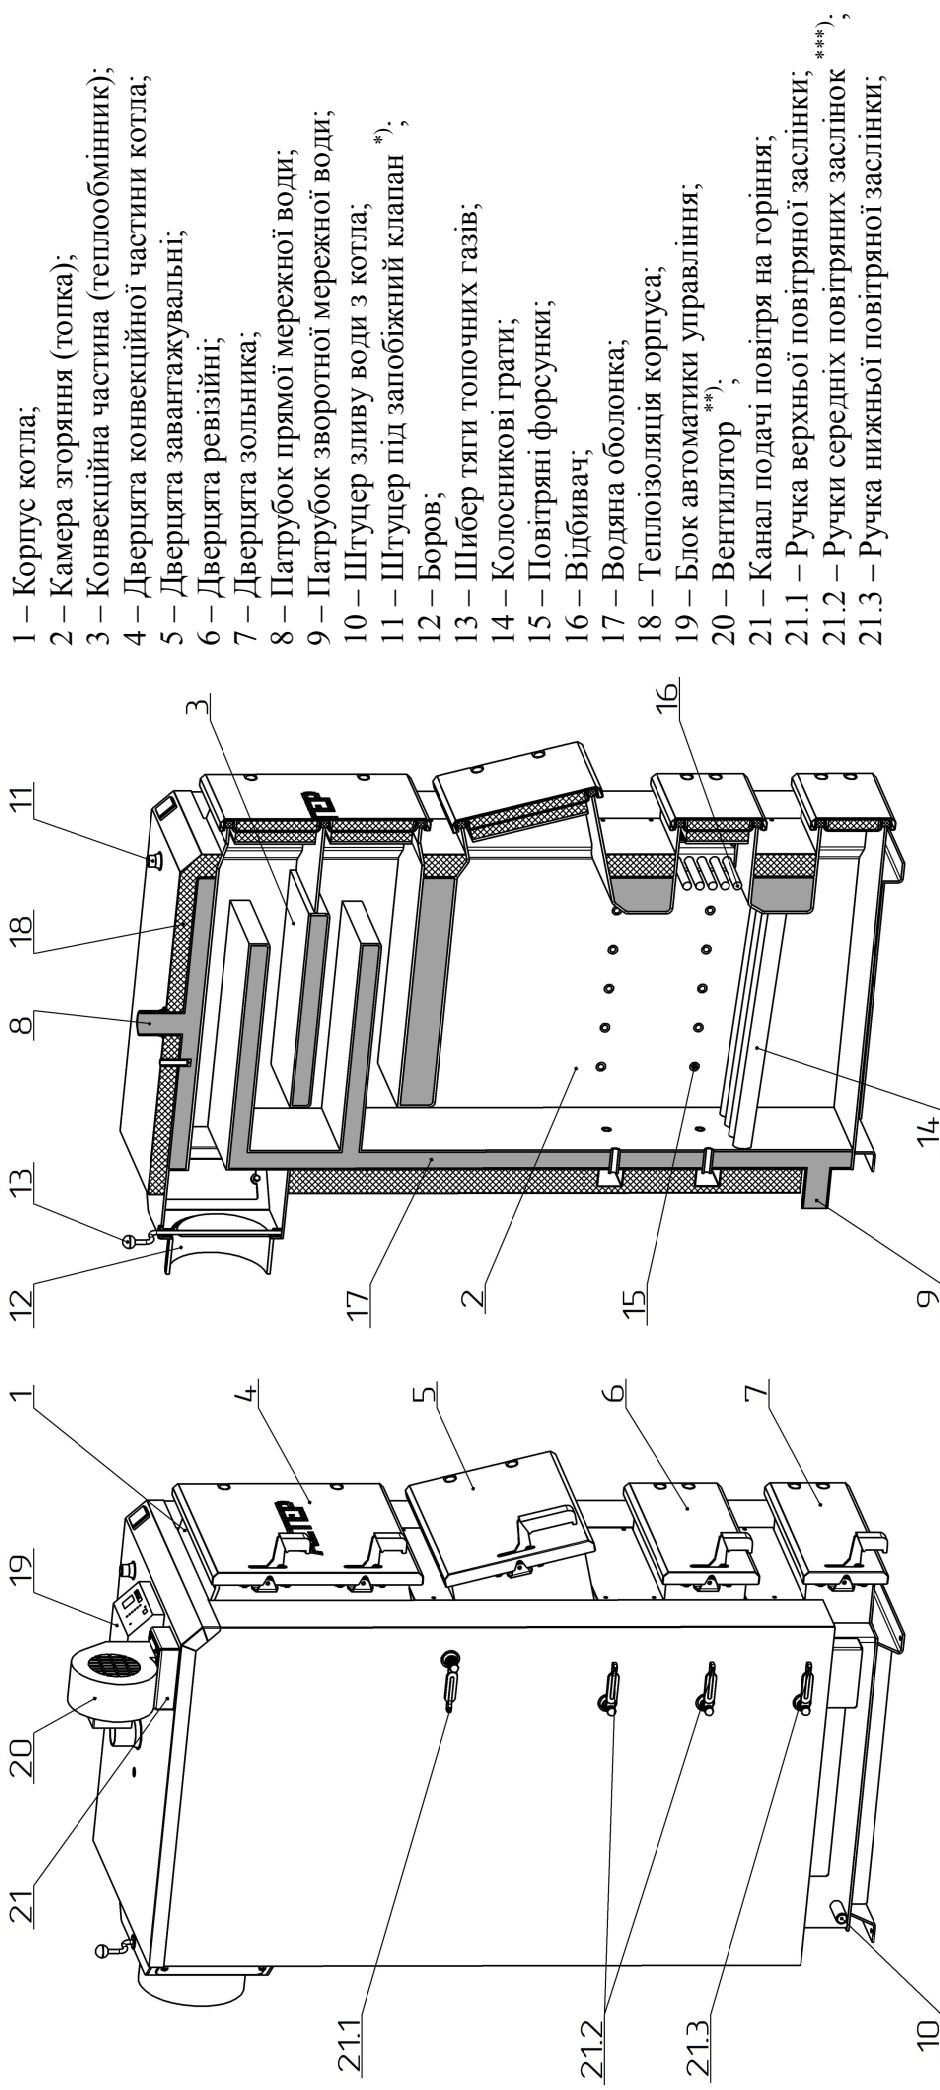

Рисунок 2 – Зовнішній вигляд та основні елементи котла
Конструктивно котел являє собою збірно-зварену конструкцію, що складається з корпусу (поз. 1, рис. 2) з камерою згоряння (топкою) (поз. 2, рис. 2). Над топкою розташована конвекційна частина котла (поз. 3, рис. 2), що являє собою високоєфективний чотирьохходовий теплообмінник.
Корпус котла виконаний в формі паралелепіпеду з подвійними стінками, які розділені водними перегородками (поз. 17, рис. 2). На зовнішній поверхні корпусу під декоративною обшивкою закріплена теплова ізоляція. (поз. 18, рис. 2).
Паливо для процесу спалення завантажується на колосникові ґрати (поз. 14, рис. 2) крізь завантажувальні дверцята (поз. 5, рис. 2). Колосникові ґрати виконані з товстостінних безшовних труб по яких постійно циркулює вода з водяної оболонки котла, що унеможливує їх прогорання. Згоряння палива в топці відбувається за участю повітря, яке постачається по каналу подачі повітря (поз. 21, рис. 2) припливним вентилятором (поз. 20, рис. 2). Кількість повітря, необхідного для процесу згоряння, регулюється автоматично блоком автоматики управління (поз. 19, рис. 2).
Підведення і відведення теплоносія здійснюється відповідно через патрубки зворотної мережної води (поз. 9, рис. 2) і прямої мережної води (поз. 8, рис. 2).
Топочні гази виходять у димохід крізь боров (поз. 12, рис. 2), розташований у задній частині котла. Боров обладнано вбудованим дросельним клапаном продуктів згоряння – шибером (поз. 13, рис. 2). У випадку надто високої тяги у димоході шибер дає можливість її знизити шляхом часткового перекидання вихідного отвору борова.
У верхній частині корпусу котла розташований штуцер (а для котлів 150...250 кВт – патрубок з фланцем Ду 50) для встановлення запобіжного клапана (поз. 11, рис. 2).
На бічній стінці корпусу у нижній її частині розміщено штуцер для зливу води з котла (поз. 10, рис. 2).
- дверцята для періодичного обслуговування (чищення) конвекційної частини котла (поз. 4, рис. 2);
- ревізійний дверцята (поз. 6, рис. 2) для періодичного чищення колосникових ґрат;
- дверцята зольника (поз. 7, рис. 2).